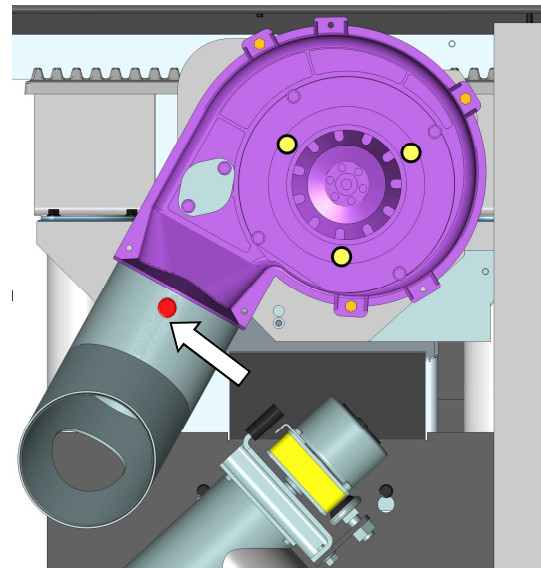

Abb. 33: Befestigung Bogen
1. Die Befestigungsschraube des 90°-Rauchrohrbogens herausdrehen (Abb. 33) und den Bogen vom Gebläsegehäuse demontieren.